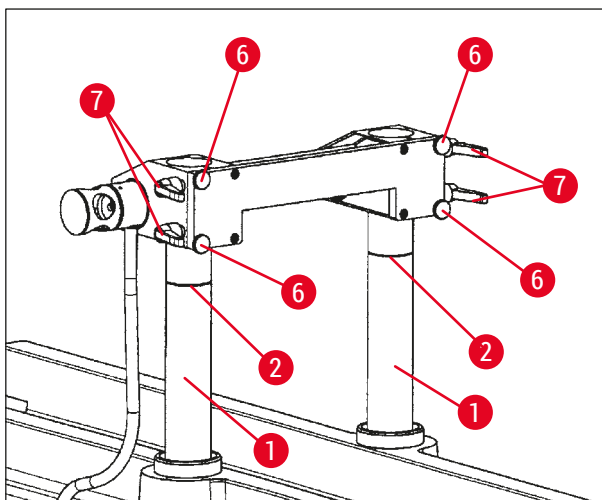

Fig. 85
- Sistemare il portacoltello nelle colonne di supporto con il bordo superiore (→ Fig. 83-2) in posizione corrispondente a 100 mm per la scanalatura oppure sulla sommità completa per la posizione corrispondente a 200 mm, vedere (→ Fig. 85).
- Per la posizione corrispondente a 200 mm sistemare il portacoltello con il bordo superiore in corrispondenza della sommità delle colonne (→ Fig. 85).
- Ciò richiede di riportare le colonne di supporto nella posizione più elevata (→ Fig. 85) e di regolare il portacoltello sulla posizione corrispondente a 100 mm, come descritto nel Capitolo (→ p. 87 – 7.10.3 Regolazione dell'altezza del portacoltello).